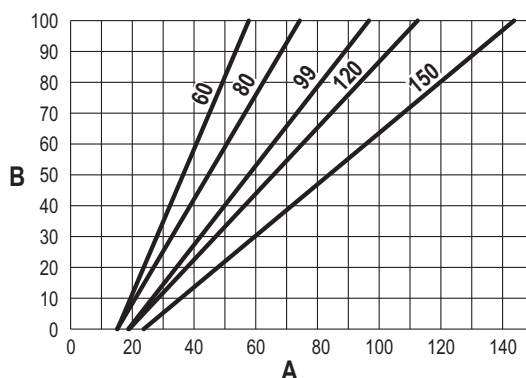

fig. 60
- Pulse las **teclas contextuales 1 y 2** para aumentar o disminuir la capacidad térmica (mínima = 00 - máxima = 100). Vea el diagrama "Regulación de la capacidad térmica" (fig. 60).